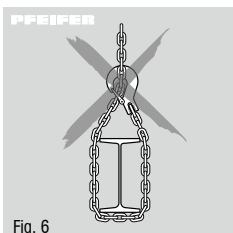

Fig. 6
- La catena portante non deve essere utilizzata per imbragare o legare i carichi (fig. 6) e non può essere messa in trazione su spigoli vivi.